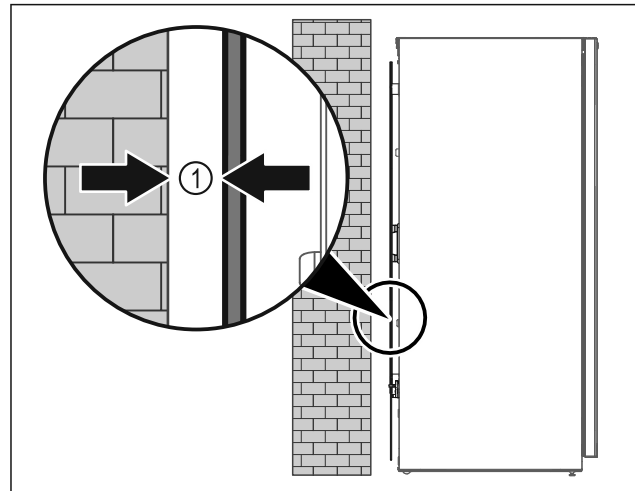

Fig. 6
- ▶ Gerät entweder frei im Raum oder direkt an einer Wand mit einem Mindestabstand von 5 mm Fig. 6 (1) aufstellen.